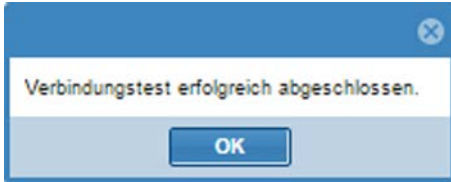

Abb. 215: Verbindungstest erfolgreich
- ⇒ Bei erfolgreichem Verbindungstest wird die Meldung "Verbindungstest erfolgreich abgeschlossen" (Abb. 215) ausgegeben.